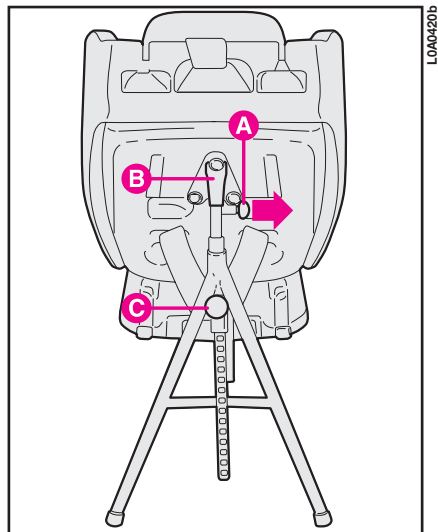

fig. 84
- placer le pied de soutien en l'insérant dans le support **B** (fig. 84), fixé sur le dossier du siège; pour effectuer cette opération, tirer la bague **A** (fig. 84) vers l'extérieur, introduire le pied de soutien, lâcher la bague **A** et pousser vers le haut jusqu'à percevoir le déclic du pivot de blocage;
- dévisser complètement la bague **C** (fig. 84) et allonger les deux jambes du soutien jusqu'à ce qu'elles appuient complètement sur le plancher de la voiture; revisser ensuite la bague **C** en correspondance d'un des trous prévus.